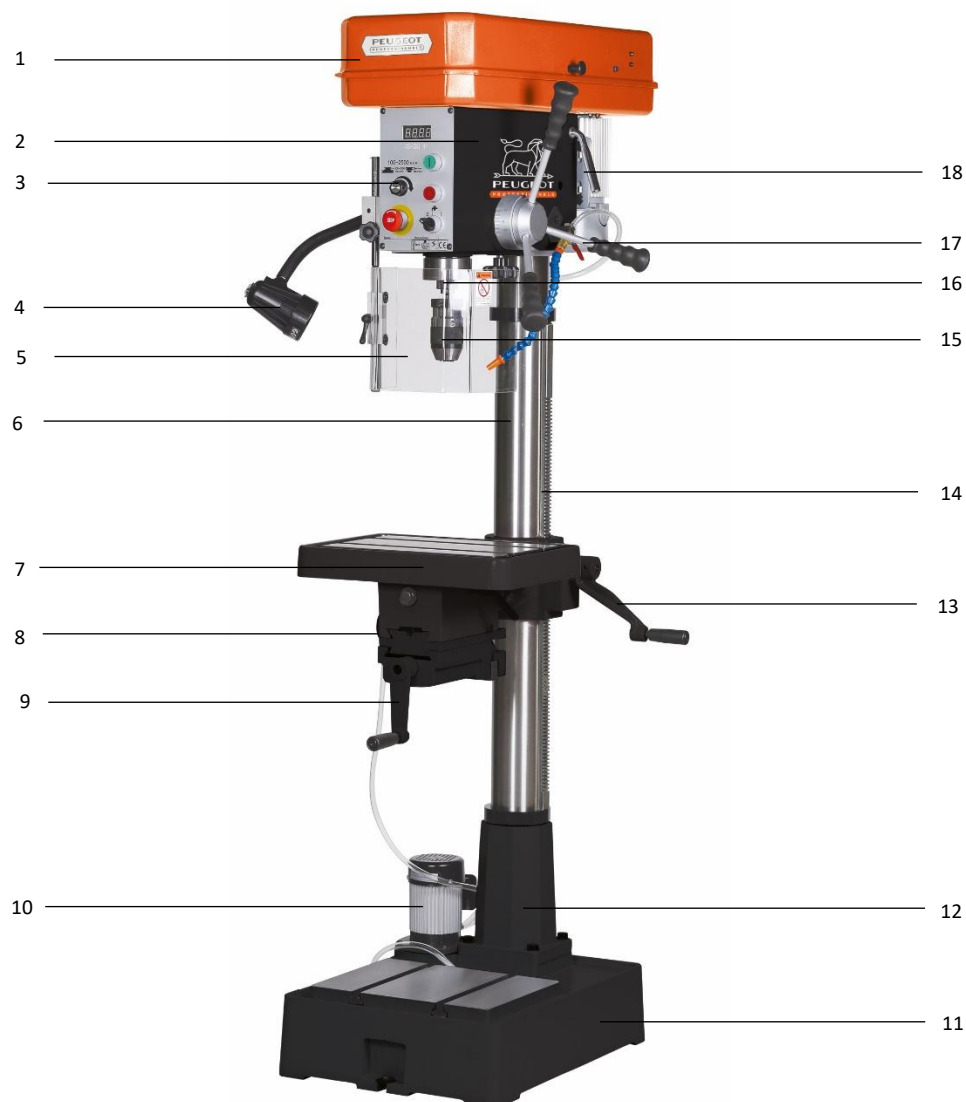

Figure 1
Prévoir des trous de fixation en correspondance des points de fixation scellement base (17 fig.1) et procéder à la fixation.
1. Placer la manivelle « montée/descente » de table-étau avec sa poignée (20 fig.1) sur l'axe du pignon du collier support de table-étau et serrer la vis de serrage de la manivelle contre la partie plate de l'axe du pignon (A).
2. Les bras de cabestan (29 fig.1) doivent être correctement installés pour la descente de broche :
- Visser les bras de cabestan sur le cabestan (B) et serrer.
3. Assembler correctement l'ensemble complet de l'écran de protection mandrin (9 fig.1).
4. Serrer la poignée de blocage de déplacement de l'écran de protection mandrin (8 fig.1).
6. tête de perceuse (4 fig.1).
7. Mettre le circlips (E) pour éviter que l'axe ne sorte de son support.
8. Positionner l'axe et serrer la poignée (5 fig.1).